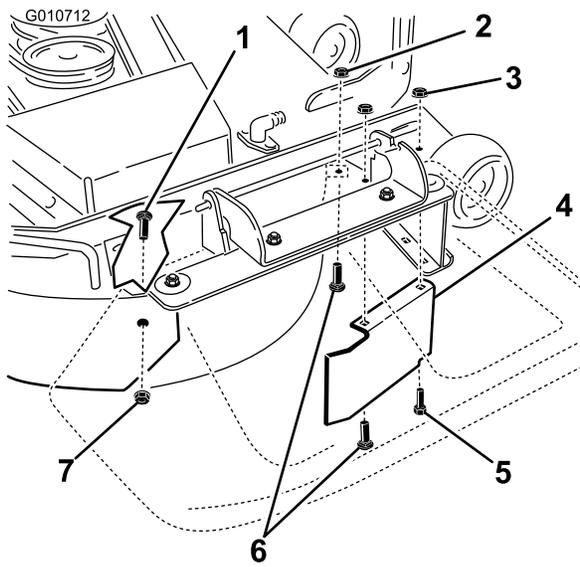

Figure 4
- Trouvez la protection du déflecteur dans les pièces détachées. À l'aide des trois jeux de fixations retirés de la plaque d'éjection et du trou avant, fixez la protection et le déflecteur droit au tablier de coupe, comme illustré à la Figure 4. Serrez les fixations à la main.